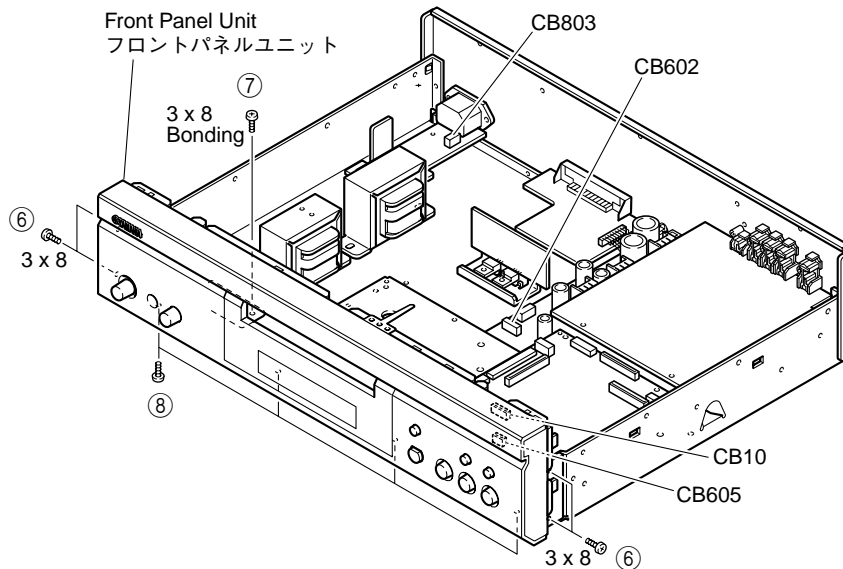

Fig. 6
- a. Remove 4 screws (⑥) and 1 screws (⑦). (Fig. 6)
- b. Remove 4 screws (⑧) (Fig. 6)
- c. Disconnect the connectors CB10, CB602, CB605 and CB803 and then remove the Front Panel Unit. (Fig. 6)
- a. ⑥のネジ4本、⑦のネジ1本を外します。(Fig. 6)
- b. ⑧のネジ4本を外します。(Fig. 6)
- c. コネクターCB10、CB602、CB605、CB803を外し、フロントパネルユニットを取り外します。(Fig. 6)